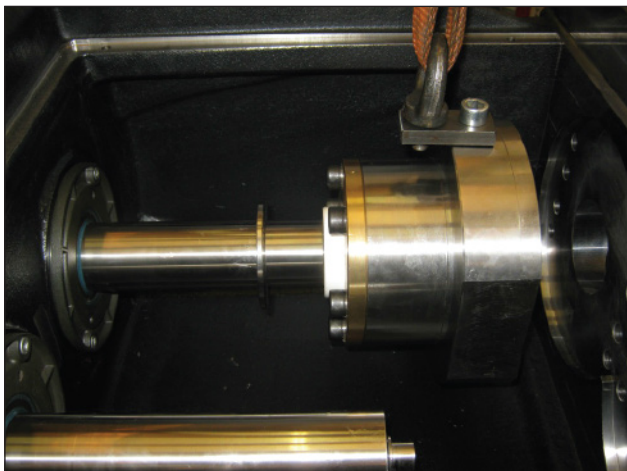
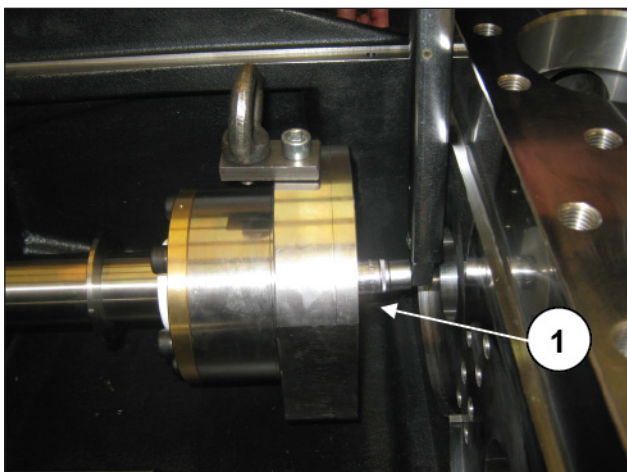

Fig. 235
Fig. 236
Soulever le support complet et l'installer sur le carter avant derrière la culasse, après avoir réinstallé la tige de guidage du piston au point mort bas (Fig. 235), et fixer le piston sur la tige (rep. ①, Fig. 236) en réglant la vis à l'aide d'une clé dynamométrique, comme indiqué au paragraphe 3.